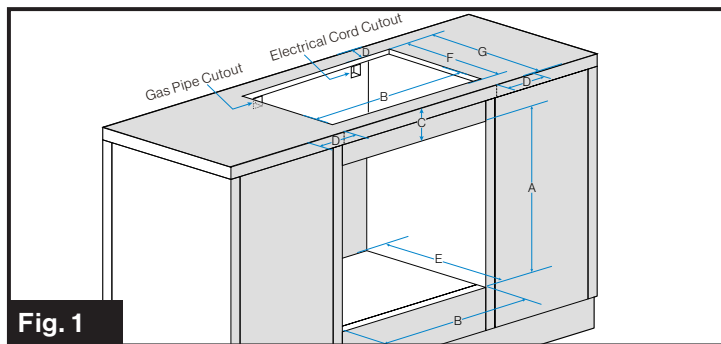

Fig. 1
**REMARQUE :** Lorsque l'appareil est utilisé avec une surface de cuisson à gaz ou à induction Furrion, la découpe du boîtier doit être située en fonction du dégagement minimal par rapport aux matériaux combustibles (dégagement minimal par rapport aux matériaux combustibles : 2 pouces des côtés arrière, gauche et droit (voir la dimension D à la figure 1) et 30 pouces du dessus si une surface de cuisson a été installée). Lors de la planification de l'emplacement, envisagez la possibilité de présence des rideaux ou d'autres matériaux combustibles autour du four.
### Four à gaz avec surface de cuisson à gaz ou électrique (Fig. 1)